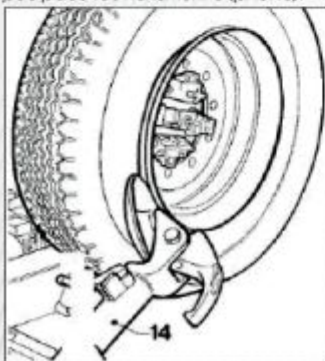
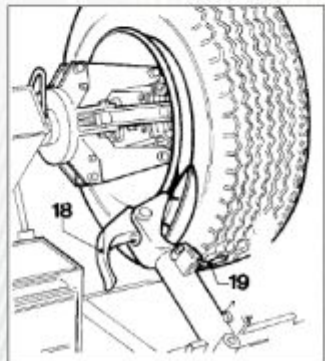

Рисунок 14
Рисунок 15
- 3) Установите кронштейн съемного рычага покрышки 14 (рис. 14) в рабочее положение и дайте ему зафиксироваться.
- 4) При помощи переносного блока управления маневрируйте колесом до тех пор, пока внешняя часть обода не появится из-за диска (рис. 14).
- 7) Отведите кронштейн съемного рычага покрышки 14 (рис. 14) в сторону и установите его в не рабочее положение, отжав его установочную рукоятку, затем переведите его во второе рабочее положение (рис. 15).
- 8) Нажмите на рукоятку установки съемного рычага 19 (рис. 15) и поверните головку рукоятки на 180°, пока он автоматически не зафиксируется.
Примечание: Чтобы лапка 18 (рис. 15) не мешала, ее можно наклонить.